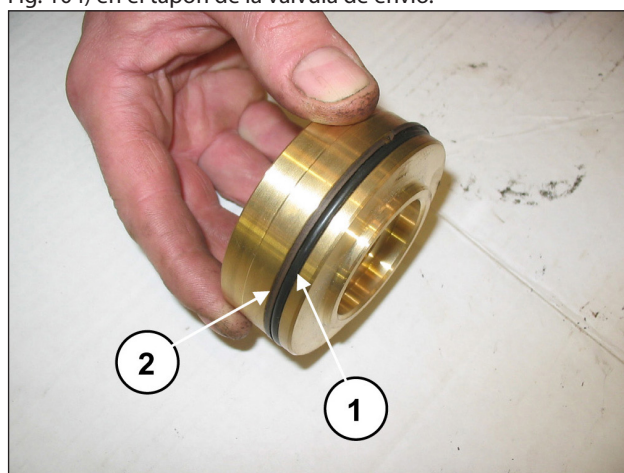

Fig. 104
Montar la junta tórica, pos. dibujo desglosado 17 (pos. ①, Fig. 104) y la anilla anti extrusión pos. desglosado 21 (pos. ②, Fig. 104) en el tapón de la válvula de envío.